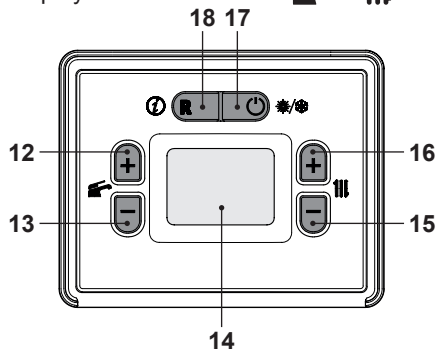

Figura 6.6
- Premere il tasto 17 (Figura 6.6) fino a far apparire sul display LCD le lettere **OFF** (Figura 6.5).